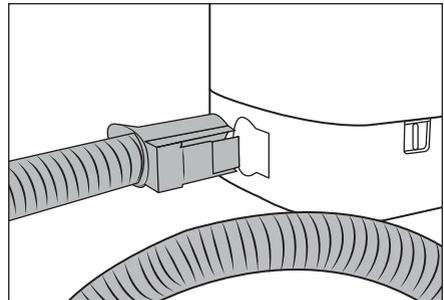

Fig. 2
- ♦ Sæt sprøjte-/sugeslangen **19** ind i sprøjte-/sugeslangetilslutningen **17** på produktet, indtil oplåsningsknappen **21** går i indgreb (se fig. 2).